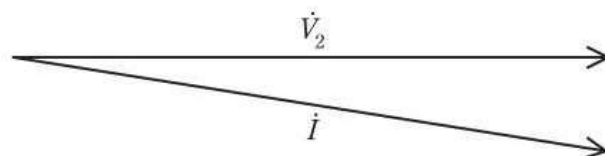

図2
- (1) \dot{V}_1 と \dot{V}_2 の関係を答案用紙に印刷されている図2のベクトル図に \dot{V}_1 、 ri 、 δ 及び jxi を追加して示せ。
- (2) 送電端から受電端への潮流の送電端側の有効電力を P 、無効電力を Q として、 i を P 、 Q 、 \dot{V}_1 を用いて表せ。
- (3) r 及び x を V_1 、 V_2 、 δ 、 P 、 Q を用いて表せ。なお、 $P \neq 0$ あるいは $Q \neq 0$ とする。
- (4) $r = 0.0414 \text{ p.u.}$ 、 $x = 0.245 \text{ p.u.}$ と与えられたとき、 $V_1 = 1.08 \text{ p.u.}$ 、 $V_2 = 1.02 \text{ p.u.}$ 、 $P = 1.20 \text{ p.u.}$ 、 $Q = 0.215 \text{ p.u.}$ となった。この場合の $\sin \delta$ 、 $\cos \delta$ の値を求めよ。
(1) 図2のベクトル図に \dot{V}_1 , $r\dot{i}$, δ 及び $jx\dot{i}$ を追加する